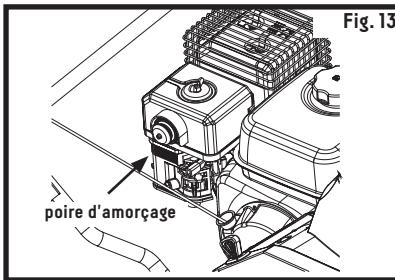

Fig. 13
- a. Pour démarrer un moteur froid, déplacez le levier d'étrangleur en position de fermeture (fig. 13).
- b. Pour démarrer un moteur chaud, laissez le levier d'étrangleur en position d'ouverture (fig. 13).
4. Mettez le levier d'accélérateur en position de pleine vitesse pour démarrer le moteur (fig. 13).
5. Utilisez la commande d'amorçage, selon la température de l'appareil (fig. 13) :